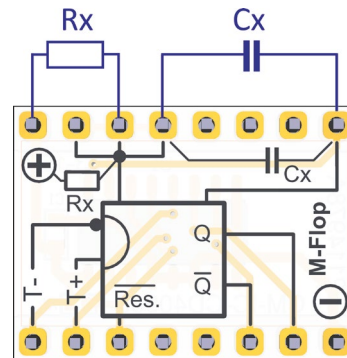

Bild 52: Die externen Komponenten Rx und Cx
**Hinweis!** Dieses Modul bedarf einer externen Beschaltung mit einem Widerstand und einem Kondensator (siehe Bild 52), mit dem die Ausgangsimpulsdauer festgelegt wird.